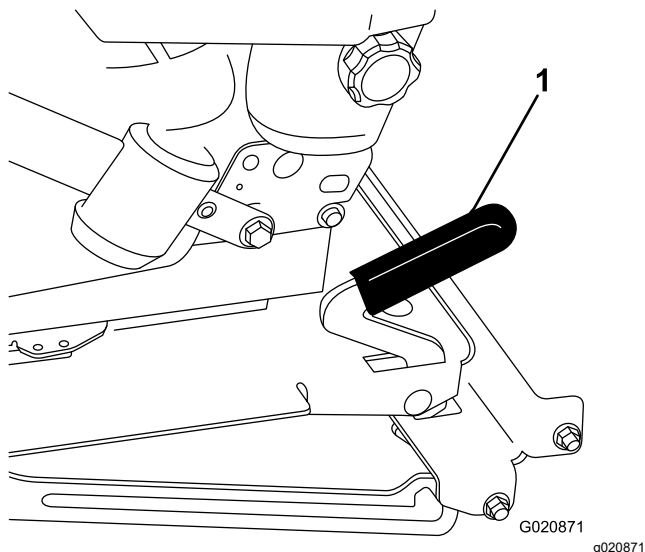

Figura 18
2. Tire del enganche del asiento hacia adelante y levante para desenganchar el asiento (Figura 18).